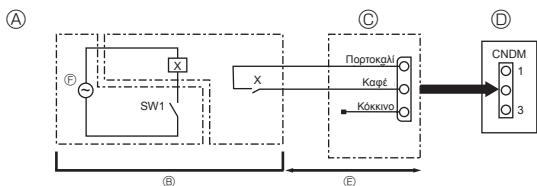

Fig. 8-1
8.1. Λειτουργία με χαμηλότερα επίπεδα θορύβου (επιπόπου τροποποίηση) (Fig. 8-1)